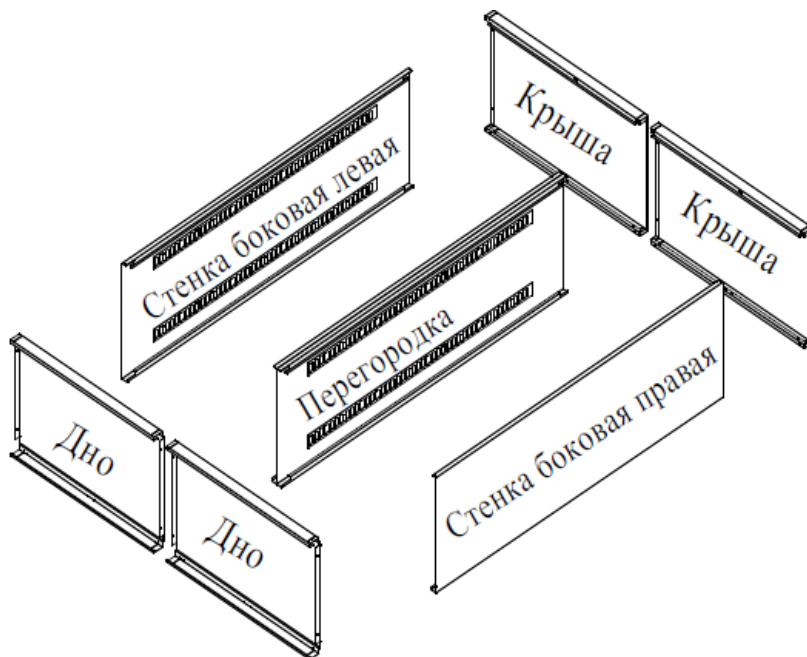

Рис.5
5.4.1. В пазы крыши и дна вставить стенку боковую левую, стенку среднюю, затем стенку боковую правую (рис. 5). Скрепить винтами М4х10 и гайками М4.